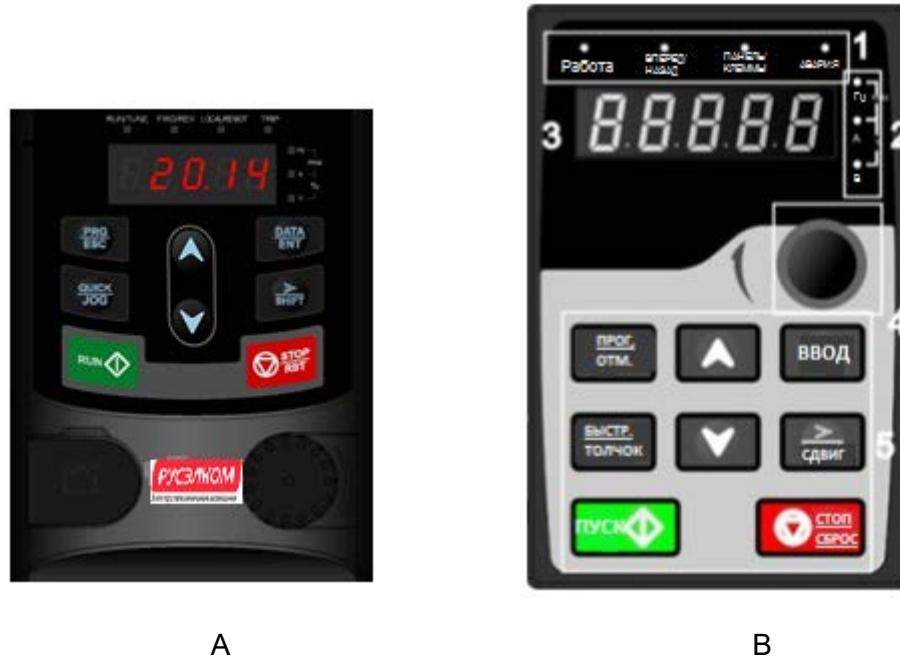

Рис. 6-1 Панель управления
**Примечание:** Панель управления для ПЧ мощностью 0,75 ~ 15кВт, показано на рис 6-1 а и 18,5 ~ 500 кВт, показано на рис. 6-1 В; Для ПЧ мощностью 0,75 ~ 30кВт можно выбрать дополнительную светодиодную панель управления и для ПЧ мощностью 0,75 ~ 500 кВт можно выбрать дополнительную ЖКИ-панель управления